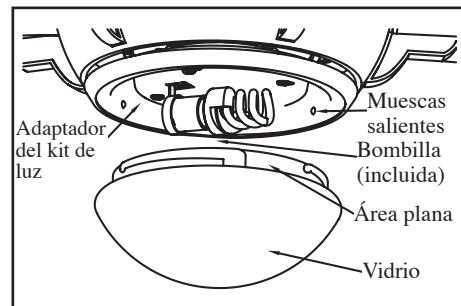

Figura 13
4. Con el ventilador apagado, instala la bombilla fluorescente (máximo 14 vatios, incluida) ajustándola en el portabombillas (Figura 13).
5. Coloca la pantalla de vidrio en el ensamblado del kit de luces, alineando las tres áreas planas en el reborde superior de la pantalla de vidrio con las tres muescas salientes del ensamblado del kit de luces. Gira la pantalla de vidrio de izquierda a derecha hasta que se detenga (Figura 13).